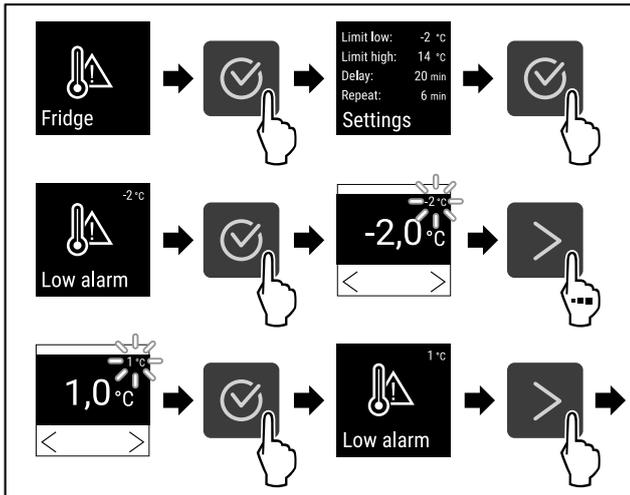

Fig. 126
- ▶ Handlungsschritte (siehe Fig. 126) durchführen.